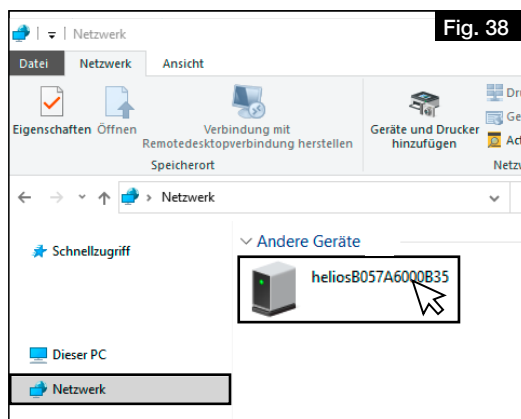

Fig. 38
2. Ouvrir le poste de travail et cliquer sur Réseau, voir Fig. 38.
3. Double-cliquer sur l'appareil correspondant, voir Fig. 38.